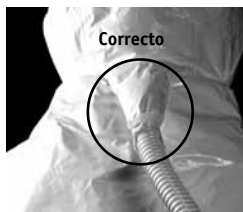

Figura 5
4. Inserte los seguros de la abrazadera y apriételes hasta que queden firmes. El manguito de entrada de aire no debe estar torcido ni restringido (vea la Figura 5). Si está, retire la abrazadera y repita los pasos 2 a 4.